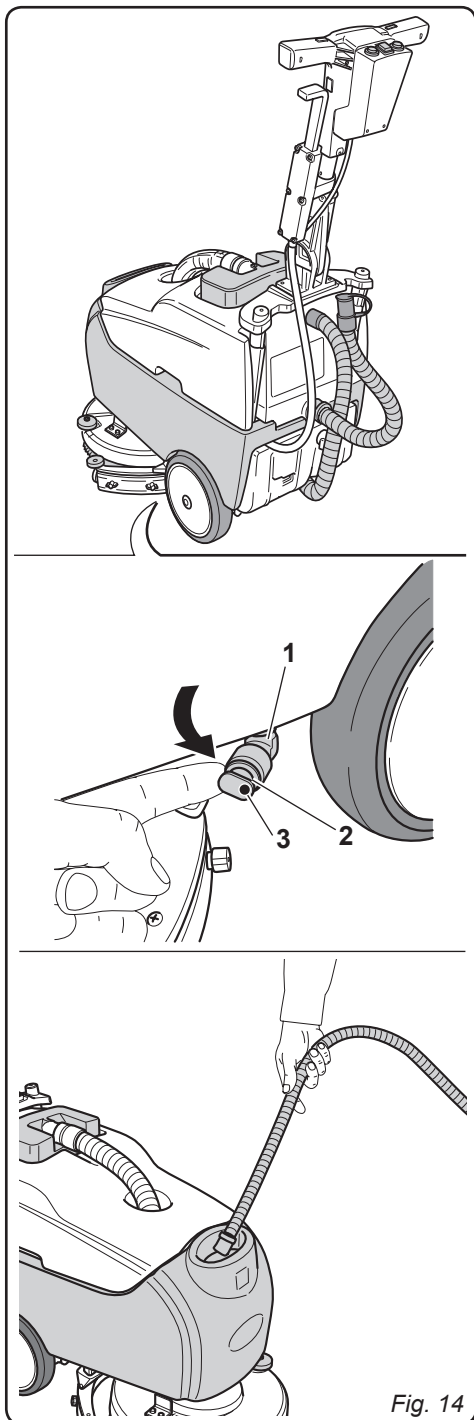

Fig. 14
11.1.a - Esvaziamento e limpeza do reservatório de água limpa (Fig. 14)